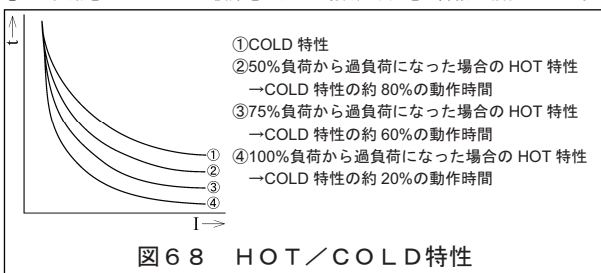

図68 HOT/COLD特性
AGR-31BL (L特性) 形OCRの設定値を表39, 特性を図68~図70に示します。
⑤: ピックアップ電流値とは, OCRが過電流を判定する際のしきい値です。 $[I_n] \times 1.05 < (\text{ピックアップ電流値}) \leq [I_n] \times 1.2$ の範囲内にあり, ピックアップ電流値を超える, OCRは引外しの為の時限の計測を始めます。電流が一旦ピックアップ電流値未満になると, 時限の計測は解除されます。
⑥: HOT特性は, ある負荷状態がある程度継続した後, 過負荷状態となった時, 通常の長限時引外しの特性 (=COLD特性) よりも短い時間で動作する特性です。出荷時は, COLD特性に設定されています。HOT特性への変更方法は, 5-3-3-7を参照ください。HOT特性時の負荷状態の記憶は, 制御電源喪失時解除されます。HOT/COLD特性の動作時間を図68に示します。
⑦: 短限時引外し機能は, 長限時引外し機能に対し, 優先動作します。短限時引外しより長限時引外しの時限が小さい領域でも, 短限時引外し機能の時限で動作します。
⑧: ⑬-⑰間にDC24Vのゾーンインターロック用制御電源が与えられていないときは, 事故電流に対するゾーンインターロック機能は動かず, 最大全遮断時間が50ms以下の短限時引外し動作を行います。